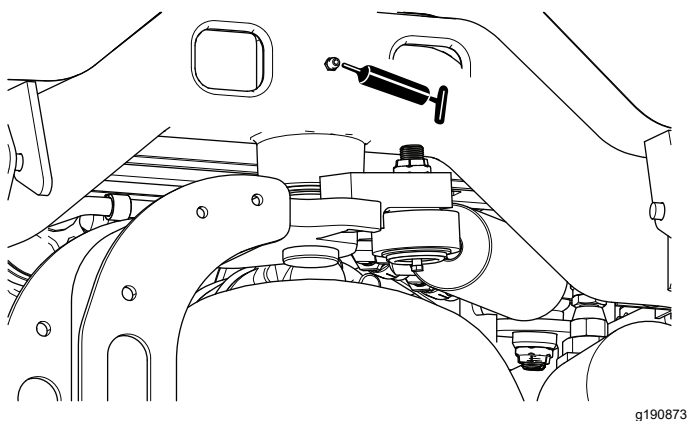

Рисунок 63
- Шарнир поворотного кулака (Рисунок 63)